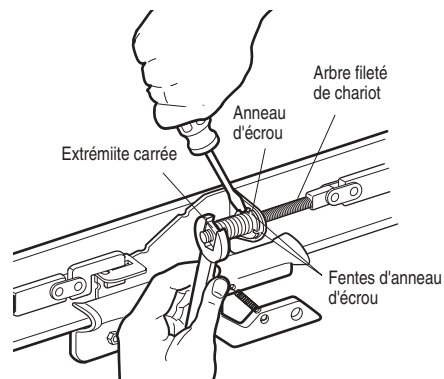

Figure 2
- Insérer le bout d'un tournevis dans l'une des fentes pour bague et le tenir contre le chariot (Figure 2).